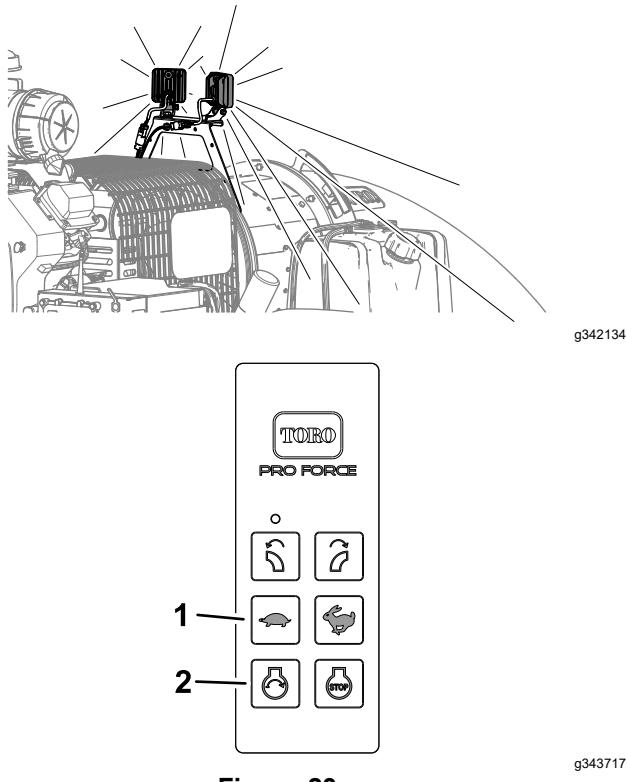

Figure 23
2. Pour ALLUMER ou ÉTEINDRE les feux, appuyez sur les boutons de la télécommande portable (Figure 23) dans l'ordre suivant :